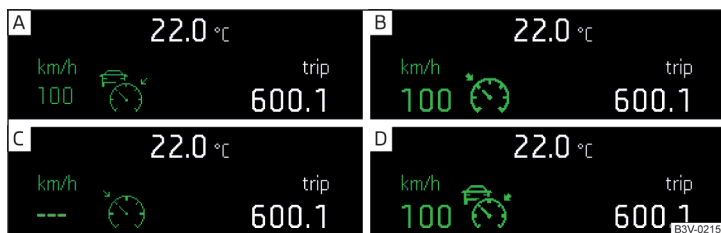

Fig. 284 Pantalla del cuadro de instrumentos combinado: ejemplos de las visualizaciones del estado de la ACC
**Indicador de estado de la ACC » fig. 284**